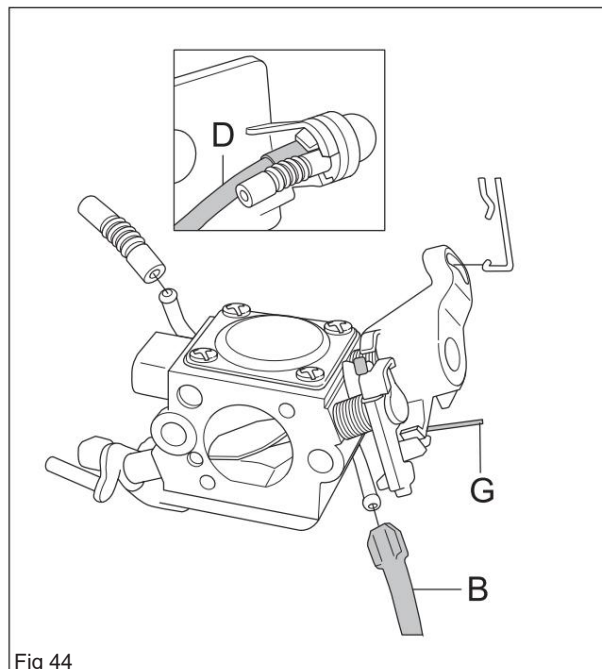

Fig 44
retor. (voir figure 44)
4. Démontez le tuyau de carburant (B) et le tuyau de retour de la
pompe à carburant (D). (voir figure 44)
4. Montez le tuyau de carburant (B) et le tuyau de retour de la pompe à carburant (D) sur le carburateur. (voir figure 44)
- 5 Insérez la gaine du câble d'accélérateur dans le support de la bride du carburateur et accrochez le câble d'accélérateur (G) (voir figure 44)